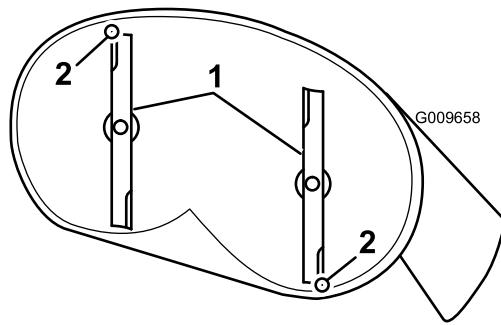

Bild 50
5. Messen Sie zwischen der Messerspitze vorne und hinten und der ebenen Fläche (Bild 50). Stellen Sie die vordere Sicherungsmutter ein, wenn die vordere Schnittmesserspitze nicht um 1,6–7,9 mm tiefer liegt als die hintere.
vordere Schnittmesserspitze um 1,6–7,9 mm tiefer liegt als die hintere Spitze (Bild 50).